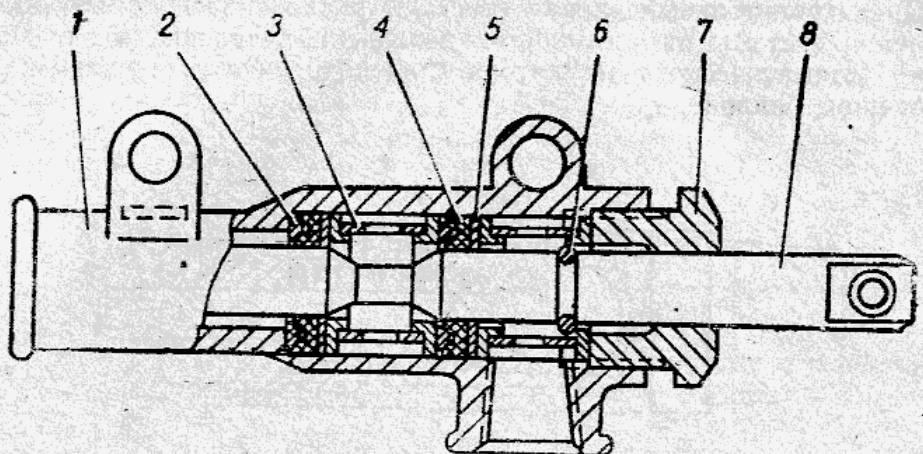

Рис. 39. Кран управления:
**Кран управления** (рис. 39) золотникового типа.